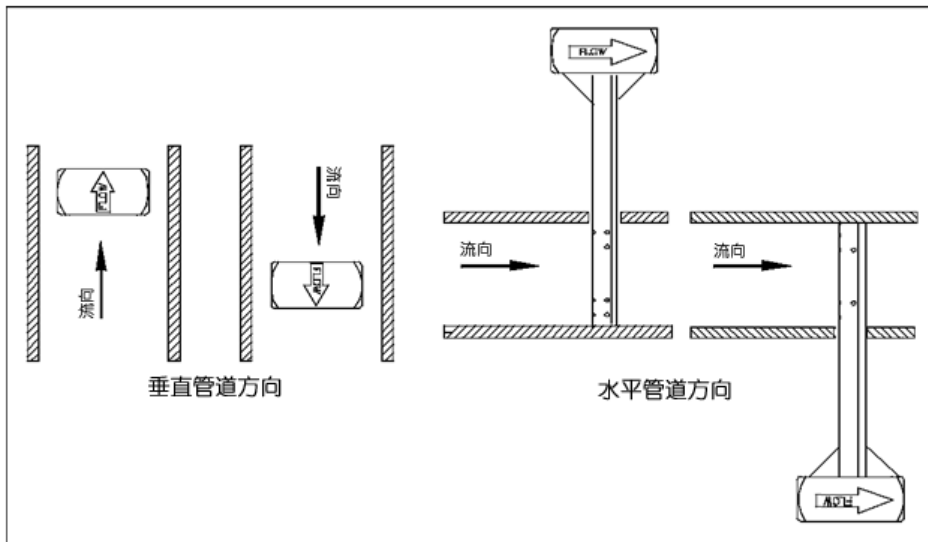

图 4：流体方向
- 调整探头方向，使仪表接头上标注着 "Flow" 方向的箭头与管道内流体流向一致并与管道的轴线方向夹角在 $\pm 3^\circ$ 内（如图 4 所示）。使仪表接头保持这一方向并准备进行后续操作。
- 再次确认探头方向，使仪表接头上标注着 "Flow" 方向的箭头与管道内流体流向一致并与管道的轴线方向夹角在 $\pm 3^\circ$ 内（如图 4 所示）。可以使用月牙扳手或管钳来调整探头方向，从而确保对齐。